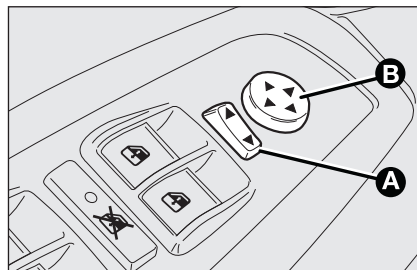

fig. 35
- ☐ par le sélecteur **A-fig. 35** sélectionner le rétroviseur (gauche ou droit) sur lequel effectuer le réglage;